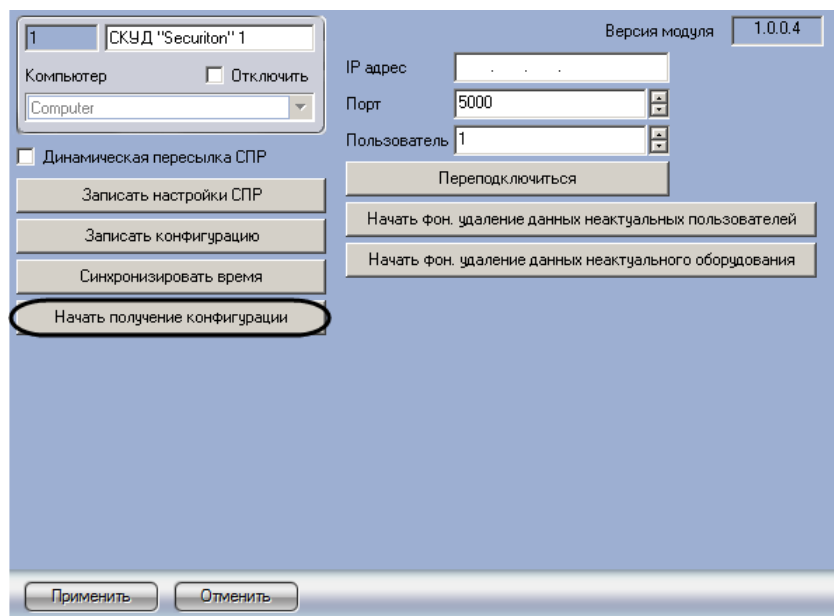

Рис. 3.3—1 Получение конфигурации
1. Перейти на панель настроек объекта **СКУД "Securiton"** (Рис. 3.3—1).
2. Нажать на кнопку **Начать получение конфигурации** (см. Рис. 3.3—1).